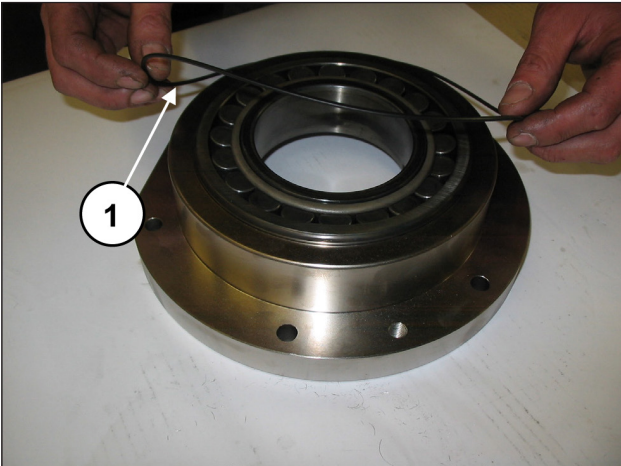

Abb. 72
Montieren Sie den O-Ring außen am Lagerdeckel (Pos. ①, Abb. 72).